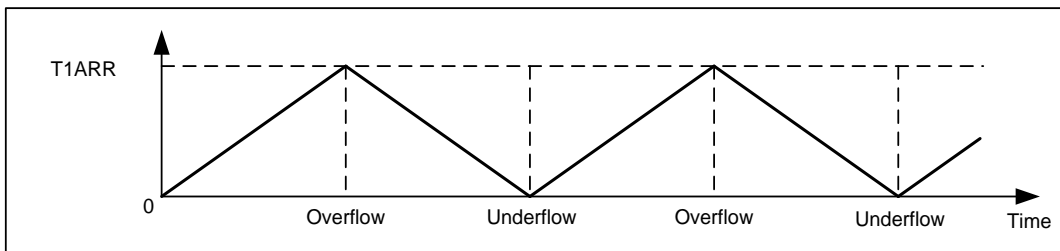
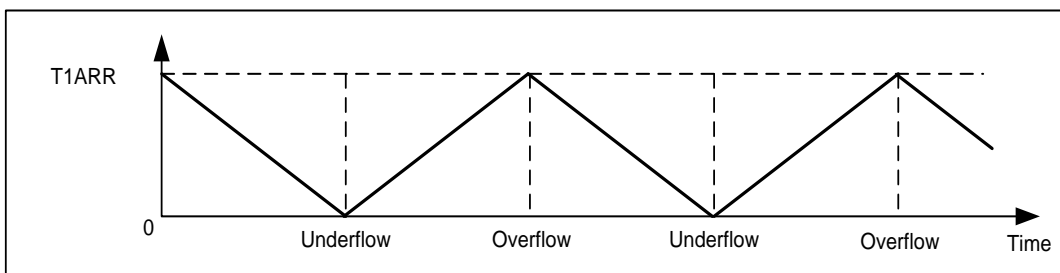

图 7-7 中央对齐模式 ($T1DIR$ 初始化为 0)
图 7-8 中央对齐模式 ($T1DIR$ 初始化为 1)
- 中央对齐模式(向上/向下计数, $T1CMS \neq 00$): 计数初始方向取决于 $T1DIR$ 寄存器值(如图 7-7 和图 7-8 所示), 计数初始值为 $T1CNT$ 。如果 $T1DIR$ 初始化为 0, 计数器从 $T1CNT$ 开始向上计数, 当 $T1CNT = T1ARR$ 时, 产生上溢事件; 然后计数器从 $T1ARR$ 值开始向下计数, 当 $T1CNT = 0$ 时, 产生下溢事件; 而后从 0 开始向上计数, 计数器不断重复上述过程。